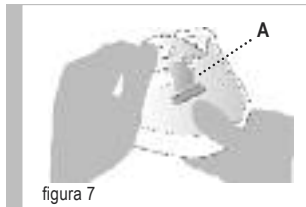

figura 7
**ALMOFADAS-Remoção revestimento em tecido** - veja figura 7